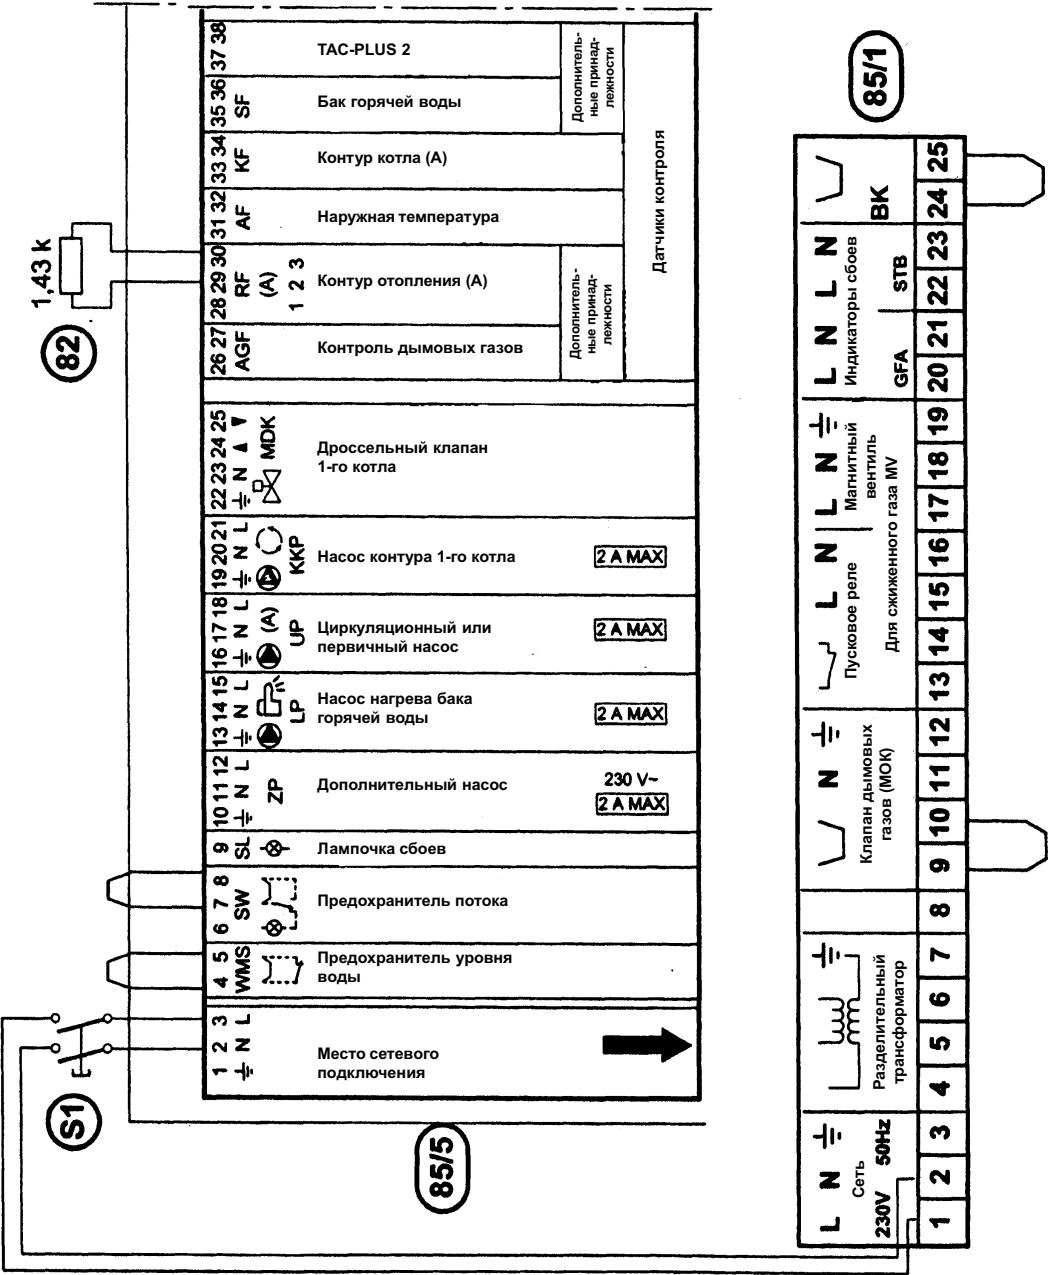

Рис.37. Колодка штекеров подключения и главная панель управления TAC-BUS (положение поставки)
- Если к **отопительному контуру А не подключен циркуляционный насос**, то для исключения влияния его параметров на кривую отопления, нужно снять соответствующие перемычки сопротивления (82) (см.рис. 37).